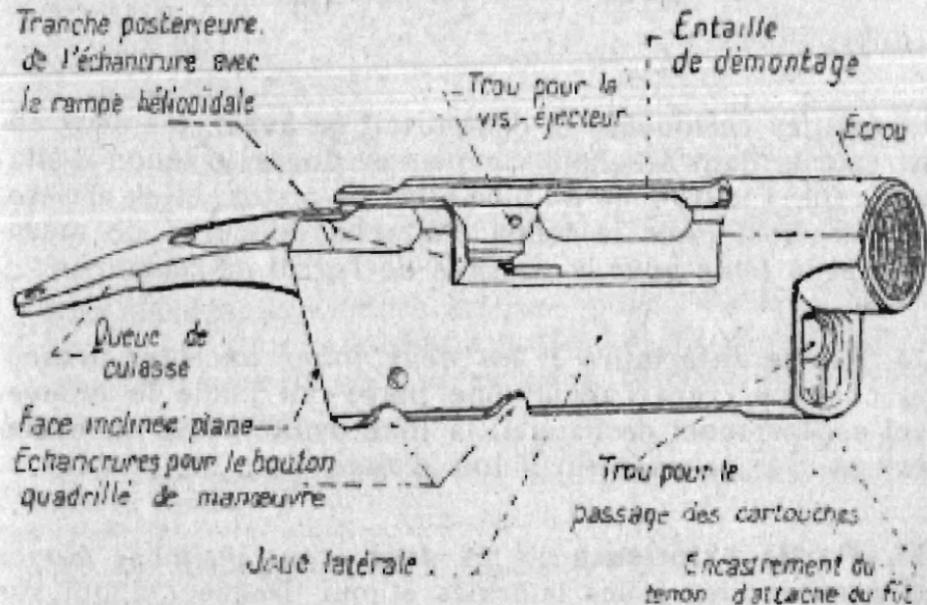

Fig. 4. — Boîte de culasse. (Côté droit.)
72. **Partie supérieure** (fig. 4 et 5) : l'écrou, dans lequel se visse le bouton fileté du canon; les épaulements d'appui des tenons de la culasse mobile, la *tranche antérieure* de